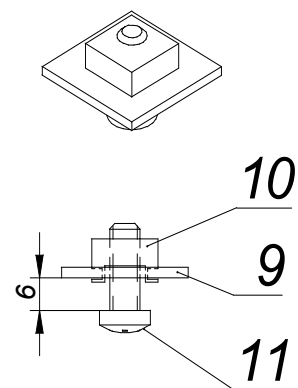

Рис.2 – Сборка пластины крепления ванны
- 7.3 Собрать пластины крепления поз.9 (8шт.), как показано на рис.2.